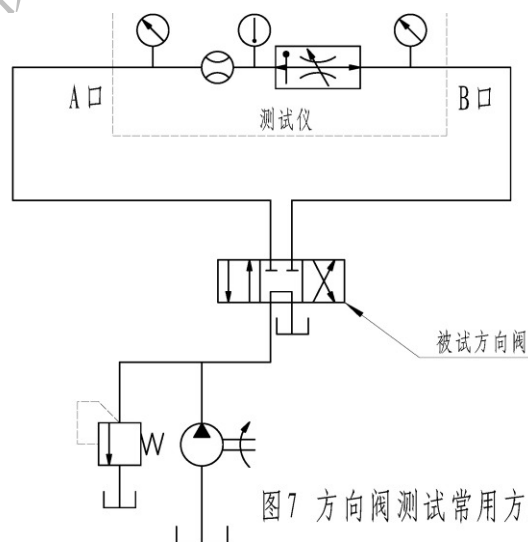

图7 方向阀测试常用方案
5、方向阀的测试方案 在保证系统其它元件正常的情况下，通过如图 7 所示连接方式，可对方向阀的性能进行测试，首先在加载阀完全打开的情况下测定双向流量，然后逐步关闭加载阀至额定压力，测定其此时的流量，与标准参数相比，如果相差较大，则为方向阀有泄漏。